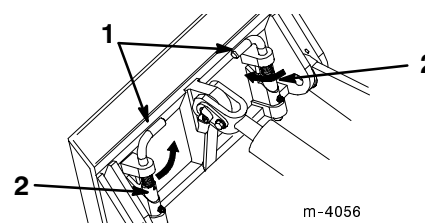

Figure 21
8. Engager les tiges de blocage rapide (Fig. 21).
9. Veiller à ce que les cames se mettent en place sur les supports des tiges (Fig. 21).